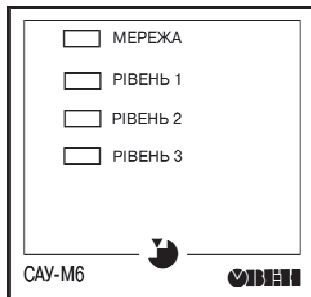

Рисунок 4
3.2.2 На лицьовій панелі пристрою (рисунок 4) розташовані світлодіодні індикатори: